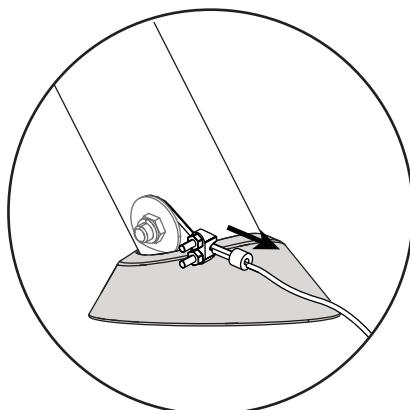
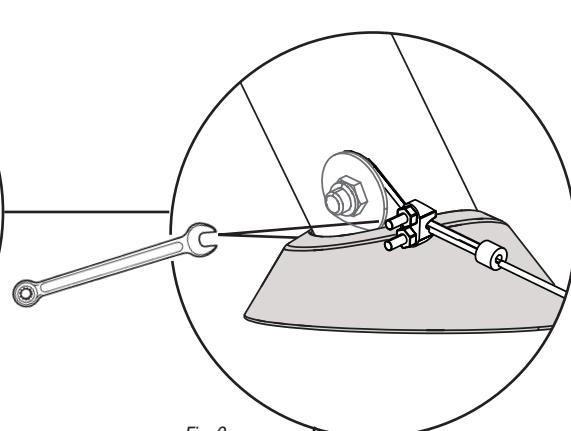
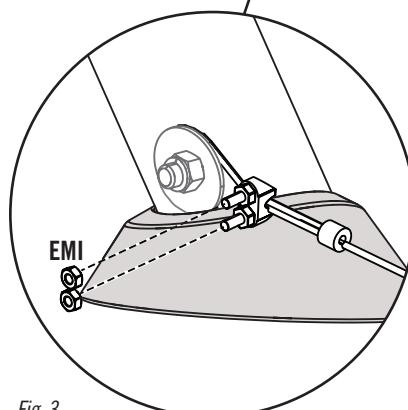

Fig. 1
Fig. 2
Fig. 3
- Now, remove any slack in the cable (Fig. 1), then tighten the nuts already on the cable as shown (Fig. 2). Secure two additional sets of nuts (EMI) (Fig. 3, 4) to the cable to cover any exposed threads.
- Maintenant, éliminer tout jeu du cable (Fig. 1), ensuite serrer bien les écrous already on le cable comme illustré (Fig. 2). Attacher deus jeux d'écrous (EMI) (Fig. 3, 4) supplémentaires au cable pour couvrir du filetage exposé.
- Ahora, eliminar cualquier distensión en el cable (Fig. 1), entonces apriete las tuercas ya están en cable como se muestra (Fig. 2). Sujetar dos juegos de tuercas (EMI) (Fig. 3, 4) adicionales al cable para cubrir cualquier rosca expuesta.